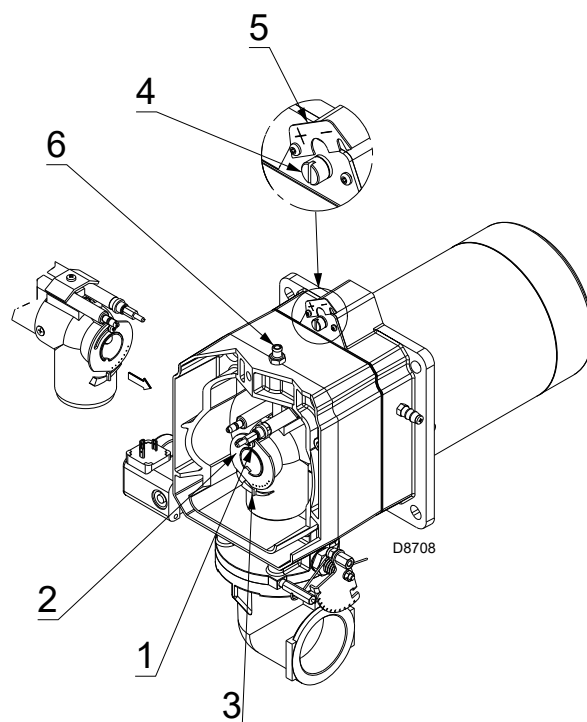
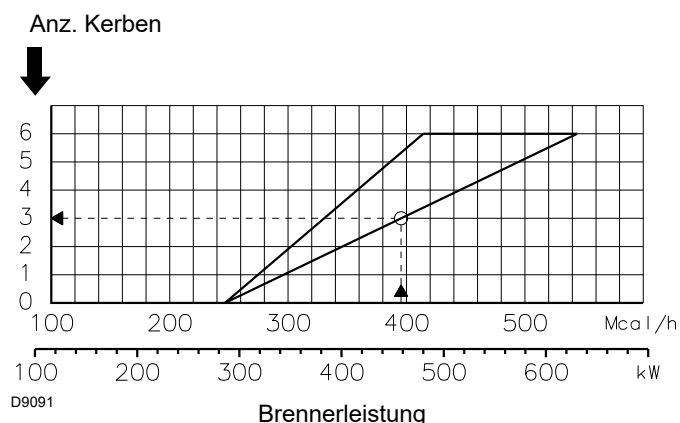

Abb. 13
Abb. 14
wenn die Mindestleistung ist innerhalb $80 \div 129$ kW beinhalten, ist die Scheibe 2)(Abb. 13) auf Null einzustellen.
Finden Sie im Diagramm von (Abb. 14) die Kerbe, auf die sowohl die Luft- als auch die zentrale Gas-/Luftzufuhr eingestellt werden:
Drehen Sie die Schraube 4)(Abb. 13), bis die gefundene Kerbe mit der Vorderfläche 5) des Flansches übereinstimmt.
- Lockern Sie die Schrauben 1)(Abb. 13) und drehen Sie die Nutmutter 2) bis die gefundene Kerbe mit dem Index 3) übereinstimmt.
der Brenner ändert die Leistung zwischen MIN = 130 und MAX = 460 kW. Aus dem Diagramm (Abb. 14) geht hervor, dass die Einstellungen für Gas und Luft bei dieser Leistung an der Kerbe 3 vorgenommen werden.
Das Diagramm zeigt die optimale Einstellung der Scheibe 2) (Abb. 13). Falls der Gaszuleistungsdruck besonders niedrig ist und dadurch der "Gasdruck" auf Seite 19 angegebene Druck in der Höchstleistung nicht erreicht werden kann, und falls die Scheibe 2) nur teilweise geöffnet ist, kann die letztere um weitere 1-2 Kerben geöffnet werden.
- A = Gasnutmutter 2)(Abb. 13 auf Seite 16) gemäß Diagramm (Abb. 14 auf Seite 17) eingestellt.
- B = Gasnutmutter 2)(Abb. 13 auf Seite 16) auf Null eingestellt.
Gasnutmutter 2)(Abb. 13 auf Seite 16) gemäß Diagramm
(Abb. 14 auf Seite 17) eingestellt
(Abb. 14 auf Seite 17) eingestellt.